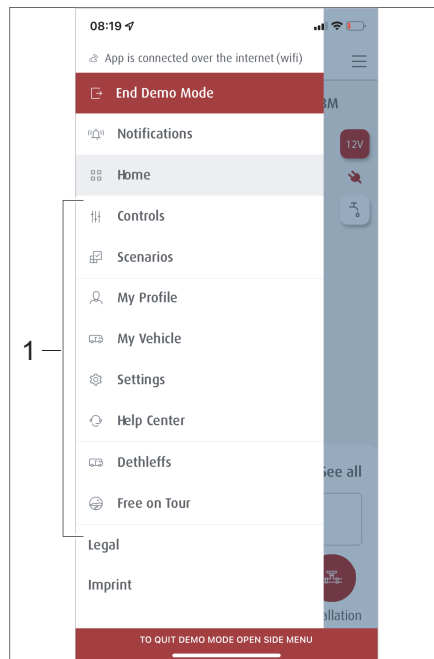
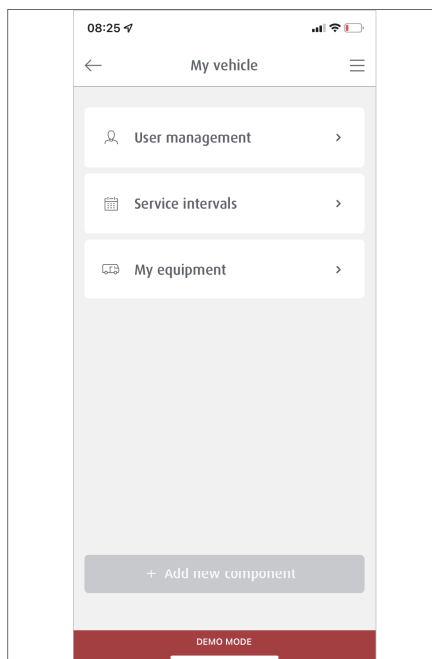

Bild 280 Undermenyer
Bild 285 Undermenyn Mitt fordon
- Klicka på symbolen ☰ i menyområdet. Undermenyerna (Bild 280,1) visas.
- Klicka på *Scenarior* (Bild 280,1) i menyområdet.
- På undermenyn (Bild 280,1) väljer du menyn *Hantering*.
- På undermenyn (Bild 280,1) väljer du menyn *Mitt fordon*. På undermenyn *Mitt fordon* (Bild 285) kan gäståtkomst ställas in, servicebokningar planeras och fordonsutrustning anges.